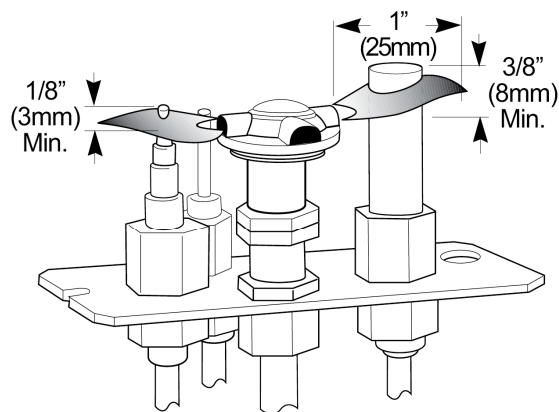

Figure 37. Apparence correcte des flammes de la veilleuse.
2. **FLAMME DE LA VEILLEUSE :** On peut surveiller la flamme de la veilleuse à travers la fenêtre d'inspection située derrière la bûche droite. Voir fig. 37. La flamme de la veilleuse doit être stable – sans vaciller, diminuer ni augmenter. La flamme doit être de couleur bleue autour du capuchon de veilleuse, avec des traces de jaune près des bords externes. La flamme de la veilleuse doit envelopper 3/8 po du haut de la thermopile (pour générer le courant millivolt) et 1/8 po du haut du thermocouple. La flamme de veilleuse doit sortir des trois orifices du capuchon de veilleuse, et se projeter d'au moins 1 po vers les trous perforés du plateau de brûleur. Voir les fig. 37 et 37a.